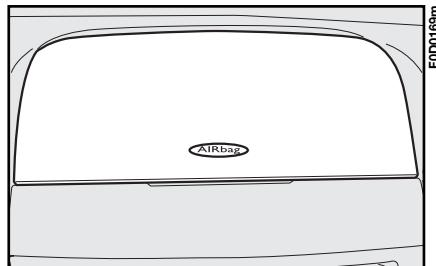

fig. 138
- nella plancia portastrumenti e con cuscino di maggior volume per il passeggero **fig. 138**.